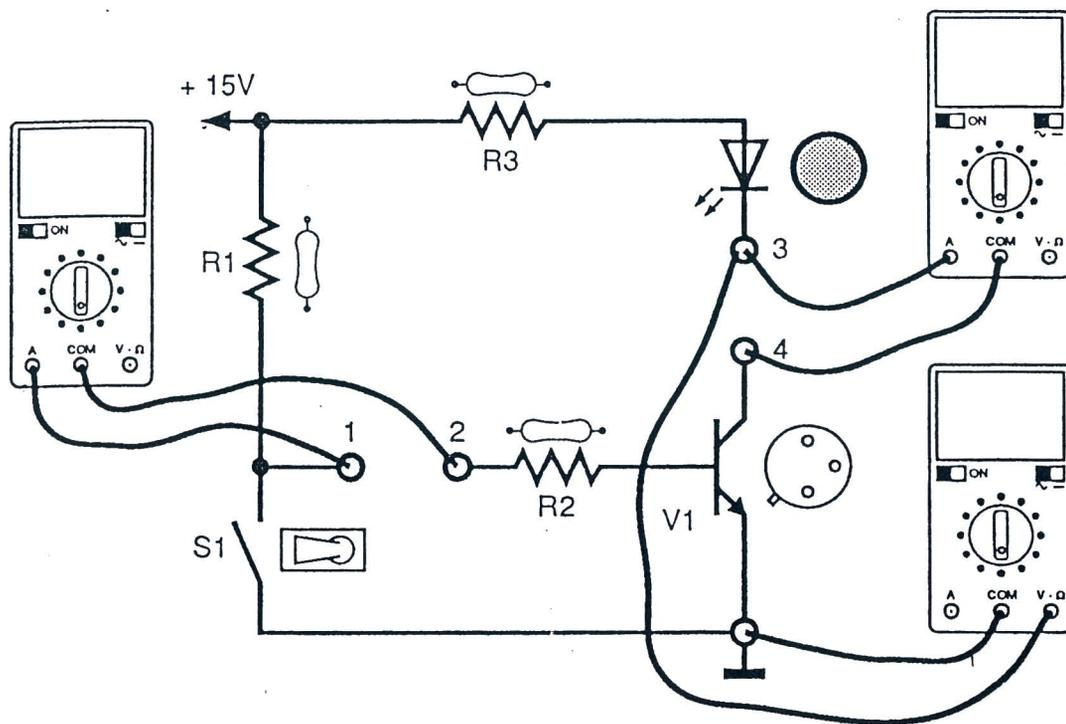

Fig. 8.2
6. Conectar los multímetros como se muestra en la Fig. 8.2;